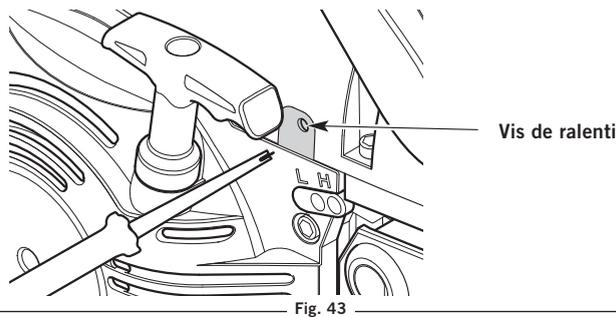

Fig. 43
- a. Si le moteur s'arrête, utilisez un petit tournevis Phillips ou à tête plate pour tourner la vis de ralenti dans le sens des aiguilles d'une montre, 1/8 de tour à la fois (au besoin) jusqu'à ce que le moteur tourne bien au ralenti (Fig. 43).
- b. Si le moteur se met au ralenti trop rapidement, tournez la vis de ralenti dans le sens contraire des aiguilles d'une montre, 1/8 de tour à la fois (au besoin) pour réduire la vitesse de ralenti (Fig. 43).